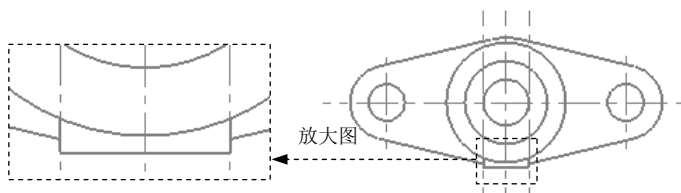

图 3.16.29 修剪曲线
(4) 修剪多余曲线，修剪后的结果如图 3.16.29 所示。选择下拉菜单 **编辑(E)** → **修剪/打断(T)** → **修剪/打断/延伸(T)** 命令，系统弹出“修剪/打断/延伸”工具栏；在“修剪/打断/延伸”工具栏中单击  按钮使其处于按下状态；在要修剪的曲线上单击鼠标左键，修
剪后的结果如图 3.16.29 所示；单击 按钮完成曲线的修剪。